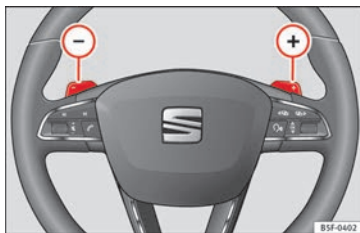

Bild 193 Ratten: reglage för automatisk växellåda
– Tryck på växlingspaddeln **+** för att välja en högre växel » **bild 193**.